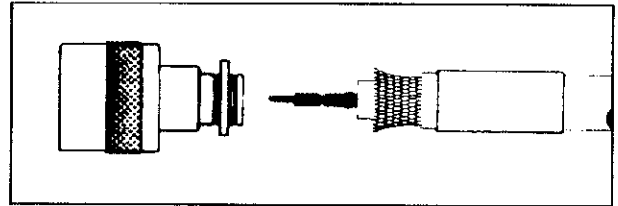

FIG.5
b) Placer la bague de butée et introduire le contact central dans le corps du connecteur (Fig.5).